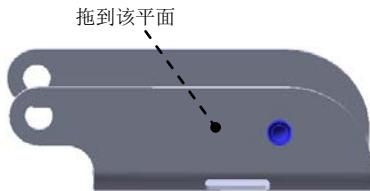

图 12.3.27 成形特征 1
Step11. 创建图 12.3.27 所示的成形特征 1。
- (1) 单击任务窗格中的“设计库”按钮，打开“设计库”对话框。
- (2) 单击“设计库”对话框中的 ch12 节点，在设计库下部的列表框中选择“staple_shaped_tool_02”文件并拖动到图 12.3.27 所示的平面，在弹出的“成形工具特征”对话框中单击 按钮。